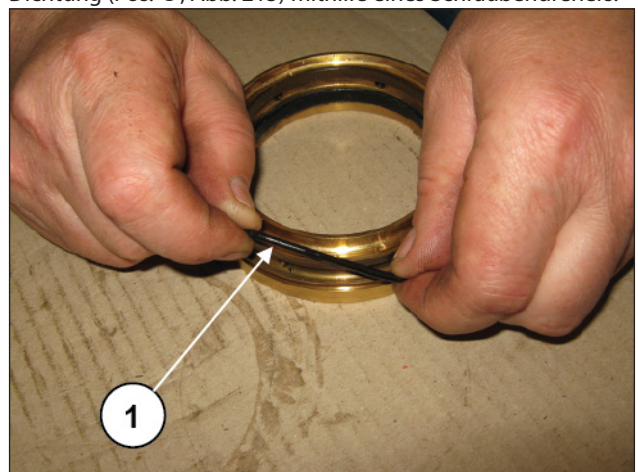
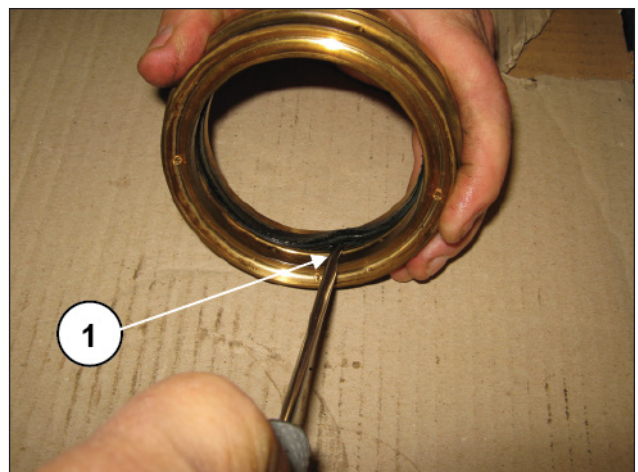

Abb. 214
Abb. 215
Entfernen Sie den O-Ring (Pos. ①, Abb. 214) und die ND-Dichtung (Pos. ①, Abb. 215) mithilfe eines Schraubendrehers.